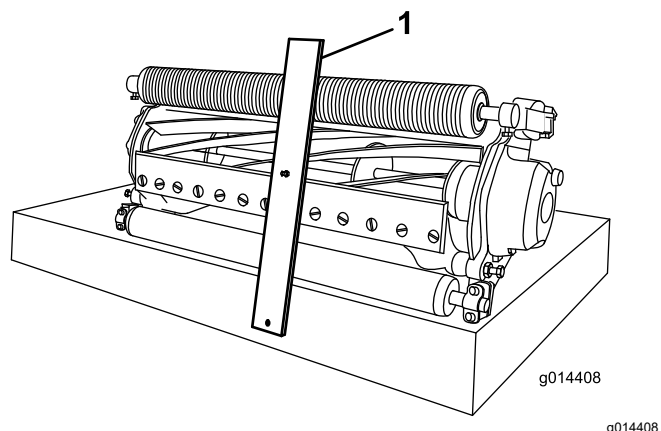

Рисунок 11
2. Зацепите головку болта измерительной планки регулировки высоты скашивания за правую сторону режущей кромки неподвижного ножа и приложите задний конец планки к задней части валика (Рисунок 11).